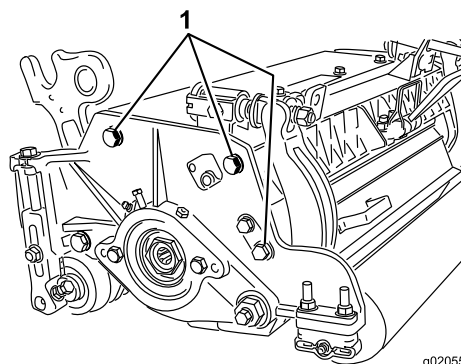

Рисунок 12
**Примечание:** Положение заднего валика относительно барабана контролируется допусками на обработку узлов в сборе и поэтому синхронизация не требуется. Возможна лишь незначительная регулировка, которую выполняют путем установки режущего блока на поверочную плиту с плоской поверхностью и ослаблением монтажных колпачковых винтов, крепящих боковую пластину (Рисунок 12). Отрегулируйте и затяните колпачковые